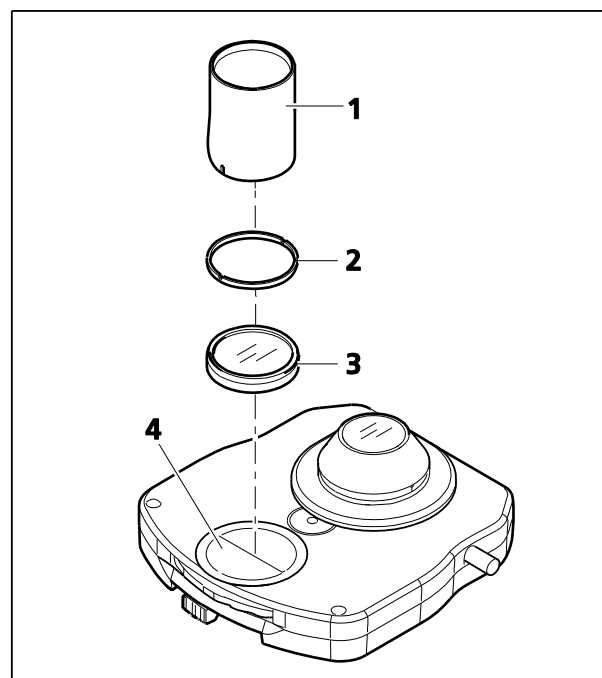

Figure 3-40 Remplacement du prisme DIC
- Pour retirer le panneau de protection, tourner le panneau de protection du condenseur (Figure 3-40/4) à l'aide de l'outil à double fonction (Figure 3-40/1) pour déverrouiller la douille à baïonnette et permettre son retrait.
- Dévisser la bague de retenue (Figure 3-40/2) à l'aide de l'outil à double fonction (Figure 3-40/1).
- Extraire le prisme DIC (Figure 3-40/2).